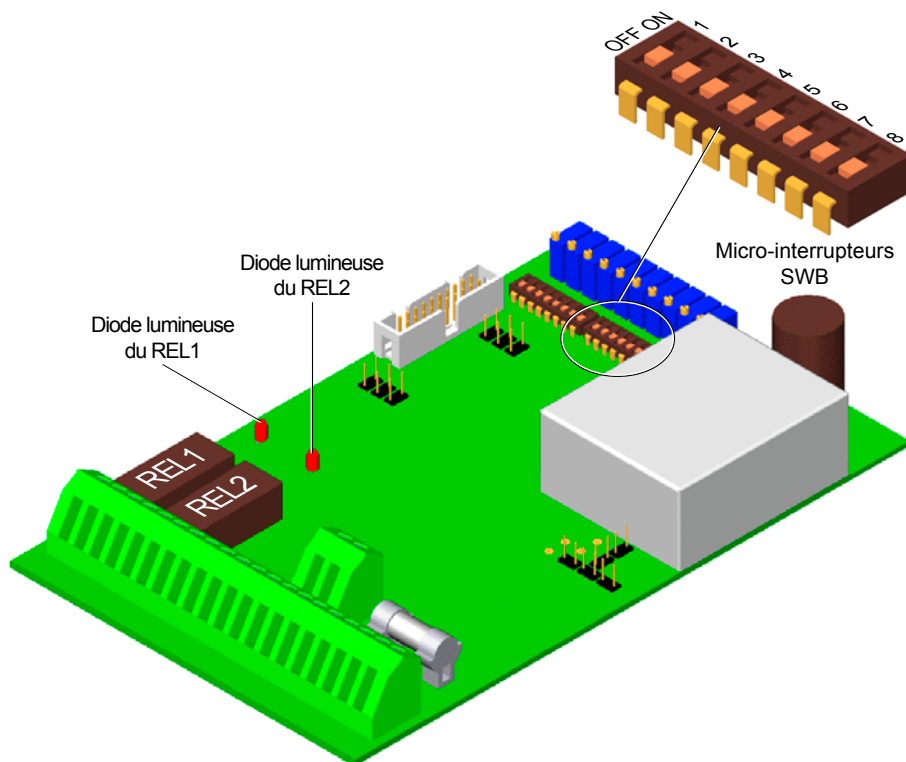

Figure 3-3 Emplacement des diodes des relais REL1 et REL2
3. Tourner le potentiomètre P3 jusqu'à ce que la diode lumineuse du relais REL1 s'allume. La *figure 3-3* donne l'emplacement de cette diode lumineuse.
3. Tourner le potentiomètre P5 jusqu'à ce que la diode lumineuse du relais REL2 s'allume. La *figure 3-3* donne l'emplacement de cette diode lumineuse.
- Le micro-interrupteur SWB7, montré à la *figure 3-3* doit être en position ON pour que le signal de test soit activé.